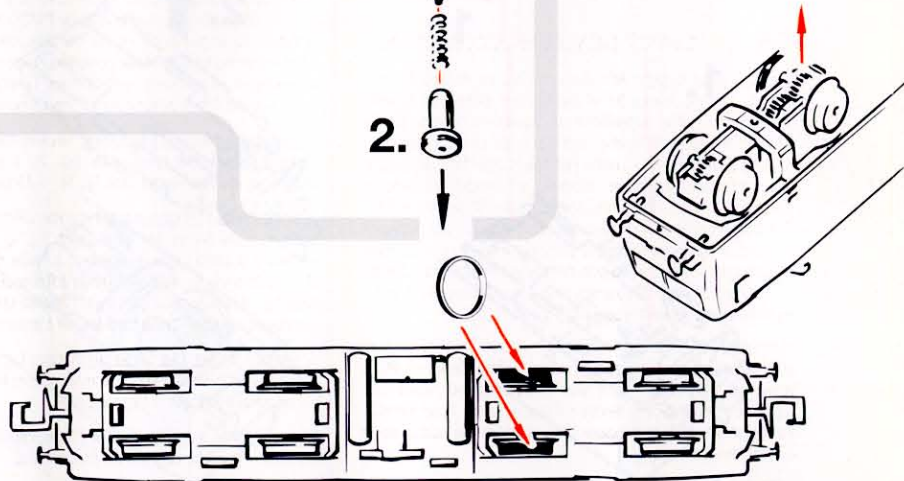

Fig. 7
**2. Schmierung:** Versehen Sie die im Schmierplan in Fig. 7 gekennzeichneten Stellen mit nur **kleinen Öltropfen**. Dazu zuerst das Lokgehäuse abnehmen (Fig. 2). Wir empfehlen den **Roco-Öler** Art.-Nr. **10906**. Zur Schmierung der Getriebeteile (Zahnräder, Schnecke) empfehlen wir das **Roco-Spezialfett 10905**. Im Falle der Schmierung diese Teile bitte nicht ölen.
**2. Lubrication:** Apply **tiny oil drops** to spots marked in fig. 7. Prior to lubrication dismantle locomotive (fig. 2). We recommend using item no **10906, Roco oiler**. For lubrication the gear-parts (e.g. cogwheels, worm) we would recommend our Roco **special grease** (item No. **10905**). Attention: Please do not oil these parts when using our grease.
**2. Graissage:** N'appliquez **qu'une tout petite goutte** aux endroits indiqués par le plan de graissage (fig. 7) après avoir démonté le couvercle de la locomotive (fig. 2). Nous vous recommandons le **graisseur à huile ROCO réf. 10906**. Pour graisser les engrenages (roues dentées, vis sans fin) nous vous conseillons la **graisse spéciale Roco ref. 10905** pour engrenages en matières synthétiques. Lorsque vous utilisez cette graisse il faut éviter d'huiler ces composants.